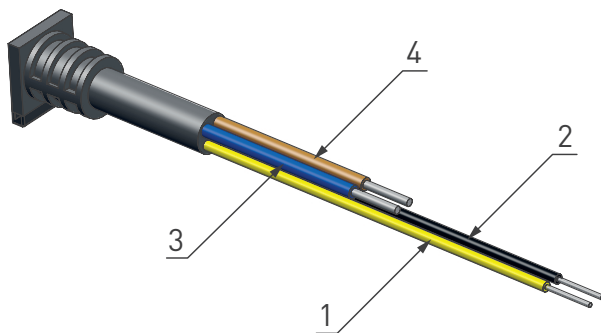

Рис. 2.
- 3.4. Подключите провода от шины DALI к выводам 1 — желтый и 2 — черный, рис. 2. Если управление DALI не предусматривается, оставьте неиспользуемыми провода, надежно заизолировав выводы.
- 3.5. Подключите обесточенные провода электросети к входным проводам (3 и 4) с цветами «синий» — ноль и «коричневый» — фаза (см. рис. 2).